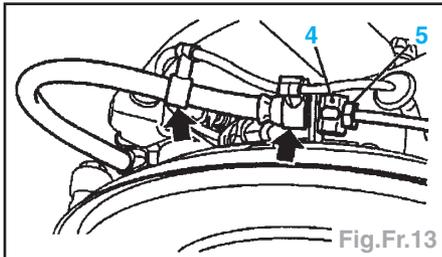

Fig.Fr.13
- Débrancher la conduite rigide (5) de frein du flexible, la tôle (4) doit rester sur la conduite rigide (Fig.Fr.13).